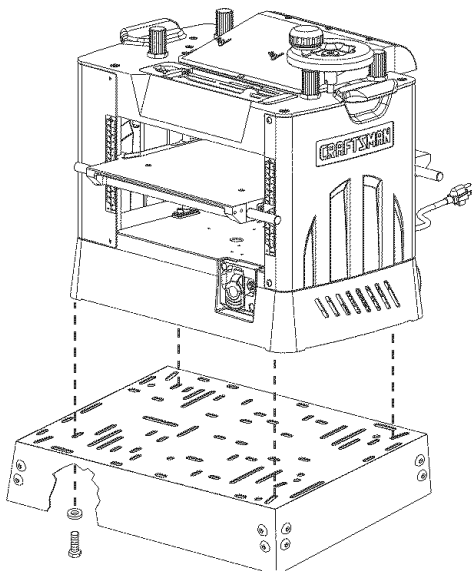

Figura 3 – Monte la Cepilladora/Molduradora en la Plataforma Multiusos Opcional Modelo No. 222240
- Coloque la Cepilladora/Molduradora en la parte superior de la plataforma tal como se muestra en la Figura 3. Asegúrese que los cuatro agujeros roscados en la pieza fundida de la base de la Cepilladora/Molduradora estén alineados con las ranuras tal como se muestra en la Figura 3.